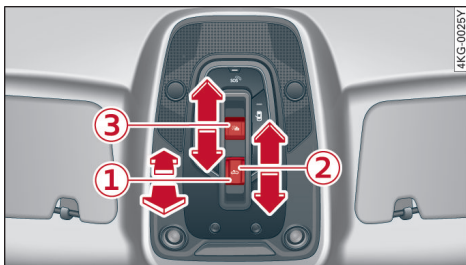
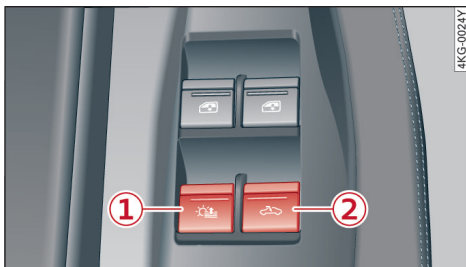

图 38 车顶盖：全景玻璃天窗和遮阳帘按钮
图 39 后排扶手：全景玻璃天窗和遮阳帘按钮
- ▶ 打开/关闭遮阳帘：请将车顶盖⇒图 38③中的按钮短暂向后/向前推到第二挡。
- ▶ 或：短促按或拉开关⇒图 39①至第二挡。
- ▶ 要设置中间位置时：请将按钮⇒图 38③推在第一挡上，或将后车门上的按钮⇒图 39①按至第一挡，直到遮阳帘到达需要的位置。
- ▶ 外翻天窗：请将车顶盖中的按钮⇒图 38①短暂向上推到第二挡。
- ▶ 或：将后车门上的按钮⇒图 39②短促按到第二挡。
- ▶ 关闭外翻的天窗，请将按钮⇒图 38①短暂向下拉到第二挡。
- ▶ 适用遮阳帘打开时移开天窗：请将按钮⇒图 38②短暂向后推到第二挡。
- ▶ 或：将后车门上的按钮⇒图 39②拉至第一挡。
- ▶ 关闭完全移开天窗：请将按钮⇒图 38②短暂向前推到第二挡。
- ▶ 或：将后车门上的按钮⇒图 39②拉至第二挡。
- ▶ 适用于遮阳帘打开时要设置中间位置时：请推、按或拉住按钮⇒图 38①或②到第一挡上，或将后车门上的按钮⇒图 39②按或拉至第一挡，直到天窗到达所需位置。
- ▶ 完全移开天窗和遮阳帘：请将按钮⇒图 38②向后推到第二挡。
- ▶ 或：将后车门上的按钮⇒图 39②按至第二挡。
- ▶ 关闭完全移开天窗：请将按钮⇒图 38②向前推到第二挡。
- ▶ 在自动打开之后五秒钟内拉住按钮⇒图 38②，直到天窗关闭。